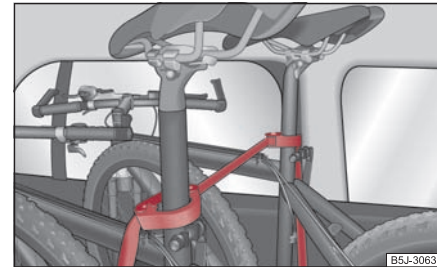

Abb. 95 Absicherung der Fahrräder mit Schellen
- Setzen Sie die Schelle mit dem Gummiteil nach vorn (in Fahrtrichtung) möglichst weit unten an die Sattelstange und schließen Sie die Schelle ⇒ Abb. 95.
- Beim Transport von zwei Fahrrädern spannen Sie das Band ⇒ Abb. 95 zwischen den Sattelstangen, indem Sie die Fahrräder auseinander schieben. ▶